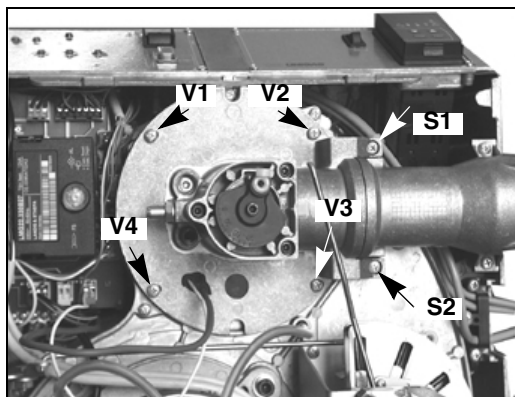

Fig. 41
- Smontaggio esame e pulizia testa di combustione (vedi Fig. 41 e successive).
1 Rimuovere le 4 viti **V1**, **V2**, **V3**, **V4** e la coppia di viti **S1** e **S2** (Fig. 41).